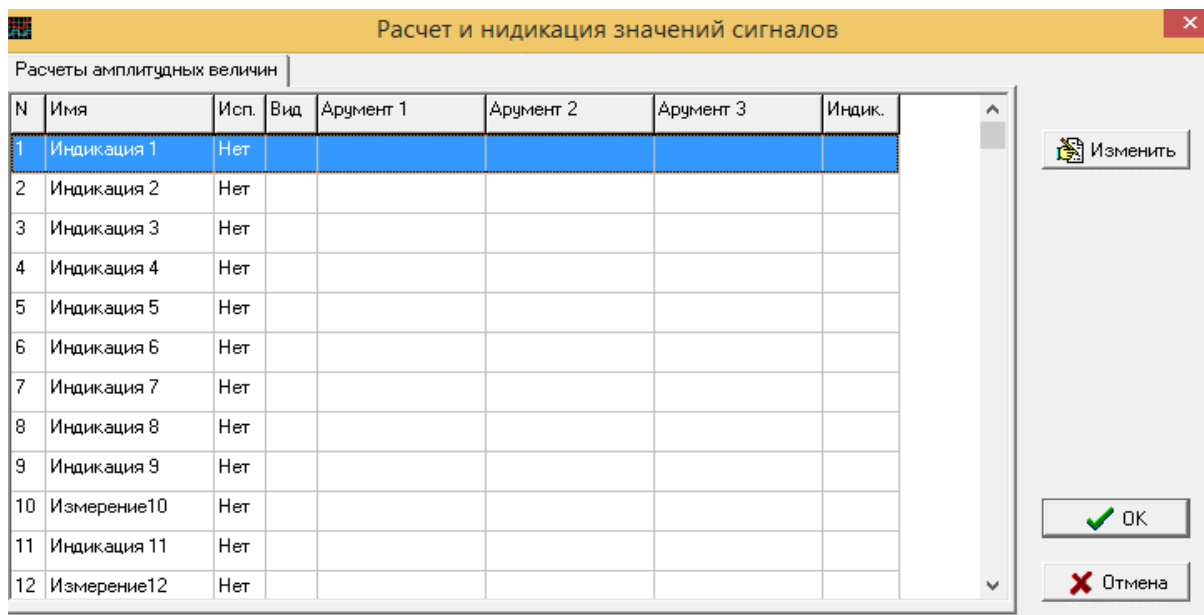

Рис. 33. Внешний вид окна **“Расчет и индикация значений сигналов”** при создании профиля новой лабораторной работы
13. В меню **“Настройка”** (рис. 8) выбрать команду **“Измерения и индикаторы значений”**. При этом отобразится окно **“Расчет и индикация значений сигналов”** (рис. 33).